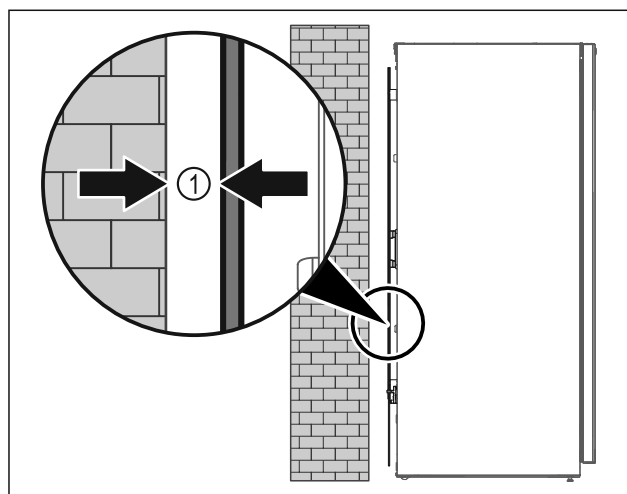

Fig. 8
- ▶ Instalați aparatul fie liber în încăpere sau direct la un perete cu o distanță minimă de 5 mm Fig. 8 (1).